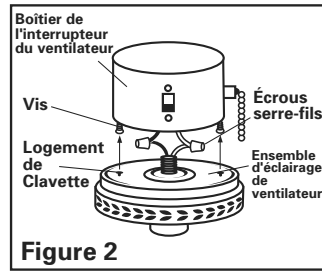
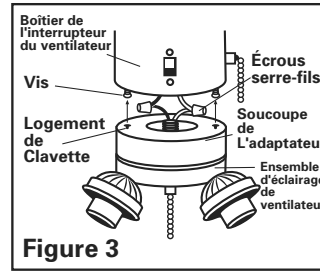

Figure 2
Figure 3
Le logement de clavette correspond aux fentes se trouvant sur l'adaptateur et où sont insérées les vis montées sur le boîtier de l'interrupteur (Voir Figures 2 et 3). Faites ensuite tourner l'adaptateur pour bloquer les vis et ainsi les maintenir en place. Veuillez vous reporter à la section d'instruction intitulée. Montage du logement de clavette.
4. Connecter ces fils à ceux de l'ensemble d'éclairage à l'aide des écrous serre-fils déjà montés (Voir figure 2 ou 3). Fil blanc (gris) au fil blanc et fil bleu (rouge) au fil noir.
6. Bien remettre en place tous les fils dans le boîtier de l'interrupteur du ventilateur. Montez l'ensemble d'éclairage en alignant ses logements de clavette aux deux vis précédemment montées à moitié sur le boîtier de l'interrupteur (Voir la figure 2 pour les ensembles d'éclairage à ampoule unique et la figure 3 pour les ensembles à 3, 4 ou 5 ampoules). Enfoncez les vis afin qu'elles passent au travers des logements de clavette et faites-les tourner afin qu'elles s'engagent dans l'extrémité la plus étroite. Bien serrer les vis pour que l’ensemble d’éclairage ne vibre pas.